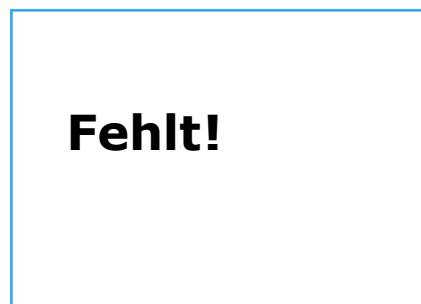

Fig. 4 Prise de l'EUV
- L'alimentation électrique s'effectue au contact 1 ou 2, fig. 4. L'autre contact correspond à la commande de masse.
- Selon le véhicule, contrôler la tension au contact 1 ou 2 de la prise, fig. 4, ainsi que la masse.